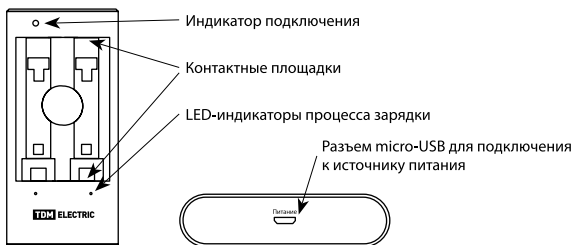

Рисунок 1. Конструкция зарядного устройства
5.3. Установите 2 никель-металлогидридных аккумулятора в зарядное устройство в любой комбинации. Каждый из слотов (см. рисунок.1) может заряжать только один аккумулятор типа AA или AAA.
панели зарядного устройства (см. рисунок 1).